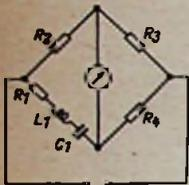
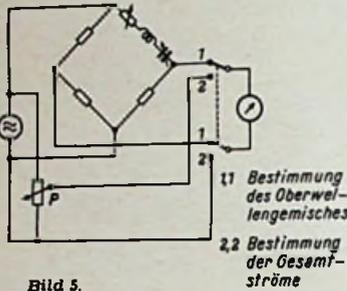

Bild 4. Resonanzmeßbrücke
Bild 5. Klirrfaktormeßbrücke
a) Ausführung (Bild 4)
Ausführung der Klirrfaktormessung (Bild 5)
Die Frequenzmeßbrücke (entweder eine Wien-Robinson- oder eine Resonanz-Brücke nach Bild 4) wird auf die Grundwelle abgeglichen. Im Nullzweig wird der Effektivwert der Oberwellen mit einem quadratisch anzeigenden Meßinstrument (Röhrenvoltmeter) bestimmt. Wird nun das Potentiometer P in Bild 5 so eingeregelt, daß sich in den beiden Schalterstellungen 1 und 2 gleiche Ausschläge ergeben, so kann bei entsprechender Eichung von P direkt der Klirrfaktor abgelesen werden.
Die in Bild 5 besprochene Schaltung wird nicht allgemein angewendet. So benutzt man normalerweise zur Bestimmung des von einer Röhre verursachten Klirrfaktors eine Kompensationsmethode. Hierbei entfällt eine Frequenzabstimmung. Voraussetzung ist aber, daß die Eingangsspannung (Meßspannung) sinusförmig, also unverzerrt ist. Bei diesem Verfahren wird keine „Frequenzbrücke“ verwendet. Die Schaltung wird jedoch hier der Vollständigkeit halber ebenfalls aufgeführt.
$$\mathcal{G}_1 = G_{e1} + j\omega(C_{e1} + C_{gk} + C_{F1}) \text{ (vgl. Bild 4)}$$